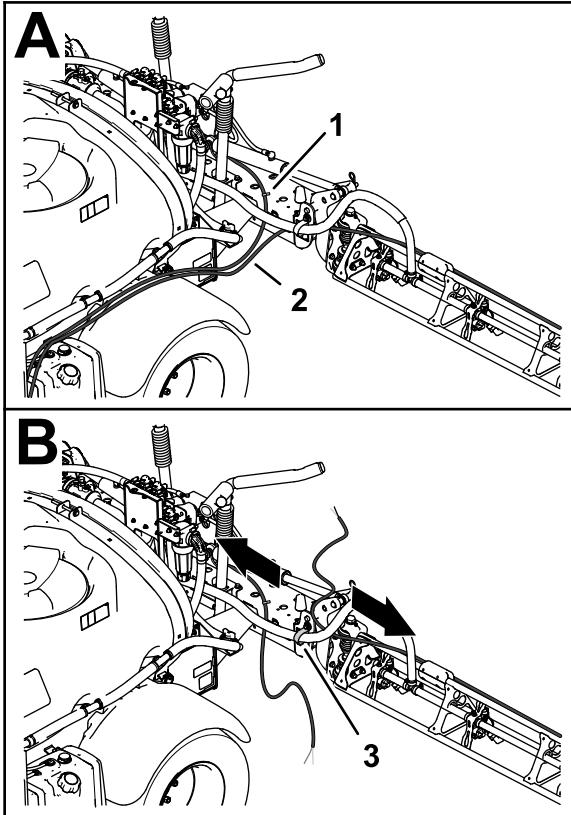

Figure 19
2. Déplacez en arrière les tubes des buses de mousse sur la section de pulvérisation gauche et droite et passez-les dans le collier en R près du point de pivotement de la section de pulvérisation (Figure 19).